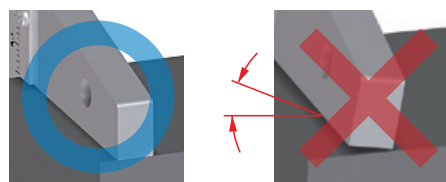

Fig. 5
1. Realize a medição mantendo a superfície de referência bem encostada na peça a ser medida. **(Fig. 5)**